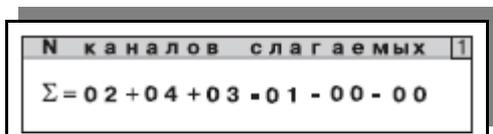

Рисунок 2.31 —Изображение окна «N каналов слагаемых»
Для определения суммы (разности) однотипных параметров давления из меню КАНАЛ рп войти в подменю N КАНАЛОВ СЛАГАЕМЫХ, рисунок 2.31. При помощи кнопок «▲», «▼», «◀», «▶» ввести значения однотипных параметров $p_{x1} \dots p_{x6}$ для формулы (1) (см. п.1.3.2 части 1 руководства) и нажать ВВОД для подтверждения выбора, либо МЕНЮ для его отмены. Параметр применяется только для типа канала Сумма. Например, если значение пятого параметра вычисляется по формуле $p_5 = p_2 - p_1 + p_4 + p_3$, то индексы однотипных системных параметров для формулы (1) при помощи кнопок «▲», «▼», «◀», «▶», ВВОД следует записать в виде $\{X1, X2, X3, X4, X5, X6\} = \{2, 4, 3, 1, 0, 0\}$, рисунок 2.31.